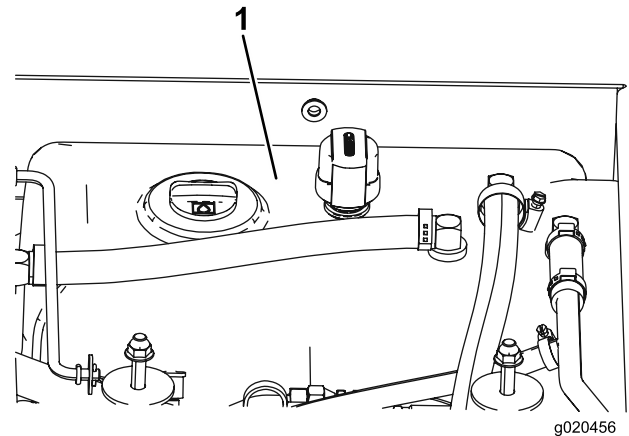

Figura 73
4. Llene el depósito (Figura 73) con fluido hidráulico; consulte Comprobación del fluido hidráulico \(página 56\).